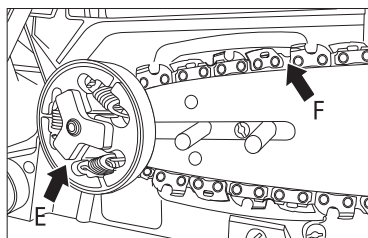

Рис. 8
6. Пропустите цепь за приводным колесом (E). Проверьте, правильно ли расположены звенья цепи между зубьями колеса (рис. 8).
7. Вставьте звенья в паз на штанге (F) по периметру (рис. 8).